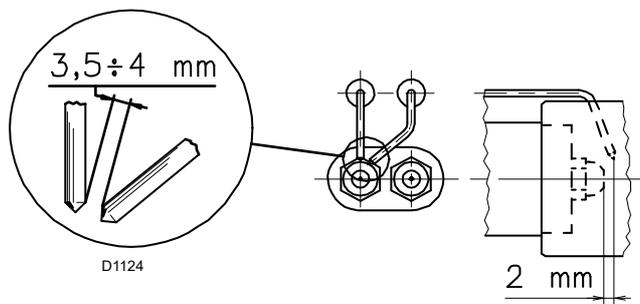

Fig. 14
Controllare che gli elettrodi siano posizionati come in Fig. 14 rispettando le dimensioni indicate.
- L'ugello per il 1° stadio di funzionamento è quello sottostante gli elettrodi d'accensione, Fig. 14 a pag. 18.